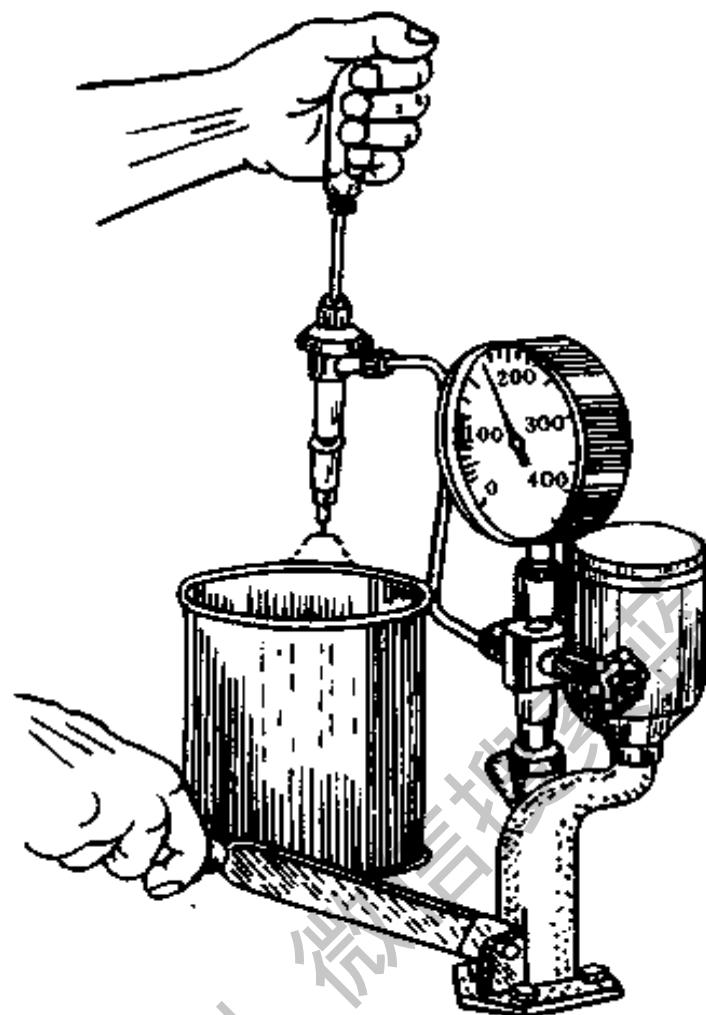

图 3-48 用喷油器试验台检查喷油器
(1) 检查喷油器。检查喷油压力,观察喷雾情况,另进行必要的清洗和调整,如图 3-48 所示。
(2) 检查喷油泵。必要时重新调整。
(3) 检查气门间隙、喷油提前角。必要时进行调整。
(4) 检查进、排气门的密封情况。拆下汽缸盖、观察配合锥面的密封,磨损情况,必要时研磨修理。
(5) 检查水泵漏水情况,如果溢水口滴水成流时,应调换封水圈。
(6) 检查汽缸套封水圈的封水情况。拆下机体大窗口盖板,从汽缸套下端检查是否有漏水现象,否则应拆出汽缸套,调换新的橡胶封圈。
(7) 检查传动机构盖板上的喷油塞。拆下前盖板,检查喷油塞喷孔是否畅通,如果堵塞,应清理。
(8) 检查冷却水散热器和机油散热器、机油冷却器。如有漏水、漏油,应进行必要的补修。
(9) 检查主要零部件的紧固情况。对连杆螺钉、曲轴螺母、汽缸盖螺母等进行检查,必要时要拆下检查,并重新拧紧至规定扭矩。
(10) 检查电器设备,看各电线接头是否牢固,如有烧损应